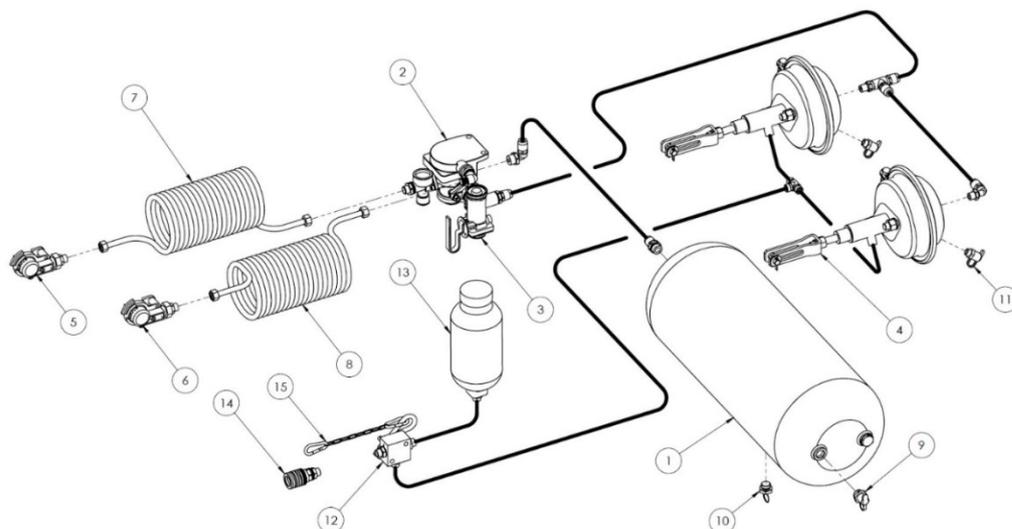

Abbildung 10.Hydraulisch-/pneumatische Bremsanlage
- - lufthydraulische Bremsanlage (Abbildung 10),
Eine weitere Option für die Bremsanlage ist die hydraulisch-pneumatische Bremsanlage. Dieses System ist eine Kombination aus hydraulischer und pneumatischer Zweileitungsbremse. Je nachdem, mit welcher Art von Bremsen der Schlepper ausgestattet ist, kann entsprechend eine hydraulische oder pneumatische Bremsanlage angeschlossen werden – siehe Abbildung 10.